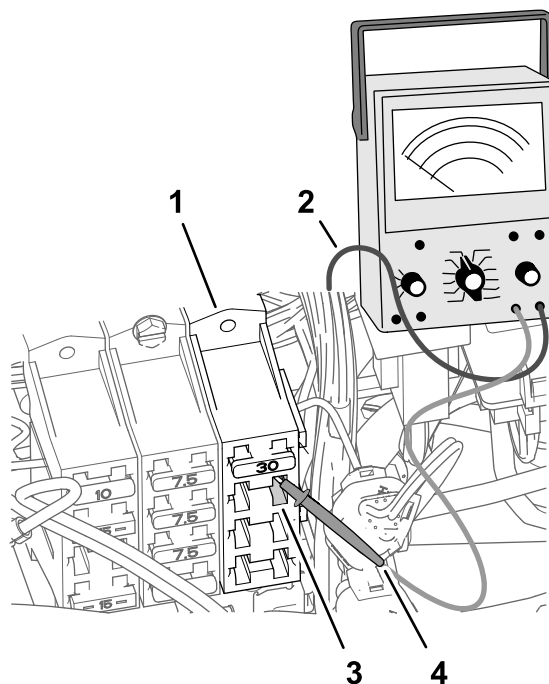

Рисунок 188
- В месте расположения блока предохранителей 3 вставьте датчик мультиметра в контакт 4 (правый вертикальный ряд) гнезда предохранителя 2, как показано на Рисунок 188.